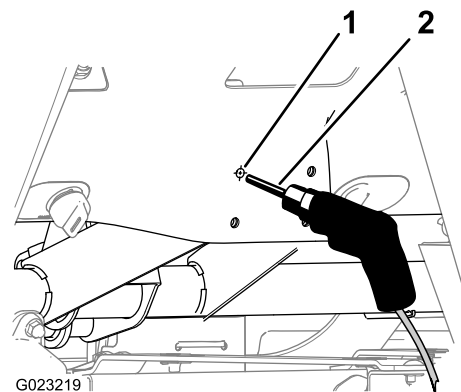

Bild 18
6. Ermitteln Sie die Mitte des Umrisses, den Sie in Schritt 4 markiert haben, und markieren Sie die Stelle mit einem Stanzer (Bild 18).
7. Bohren Sie an der Stanzermarkierung mit einem 8,5 mm Bohrer ein Loch in das Armaturenbrett (Bild 18).